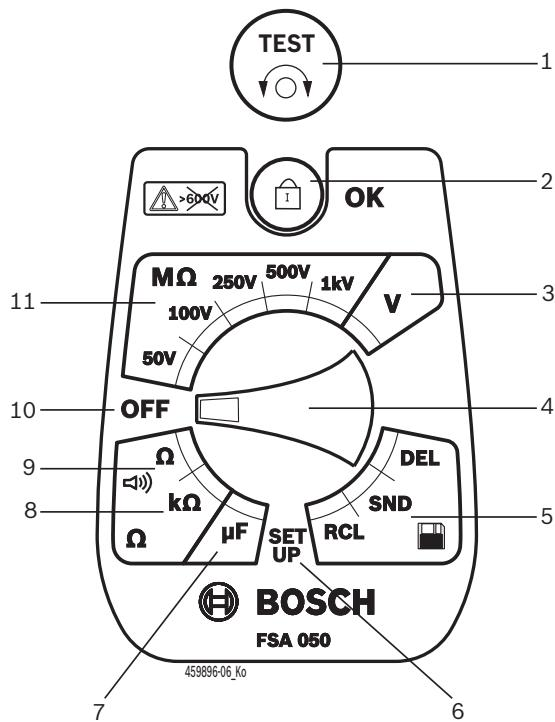

Fig. 2: Interruptor giratorio/teclas
- Colocar el interruptor giratorio en <SETUP> (Fig. 2, Pos. 6).
- Pulsar el botón <TEST> (Fig. 2, Pos. 1) durante unos dos segundos.
- Pulsar </OK> para guardar el valor deseado (Fig. 2, Pos. 2).